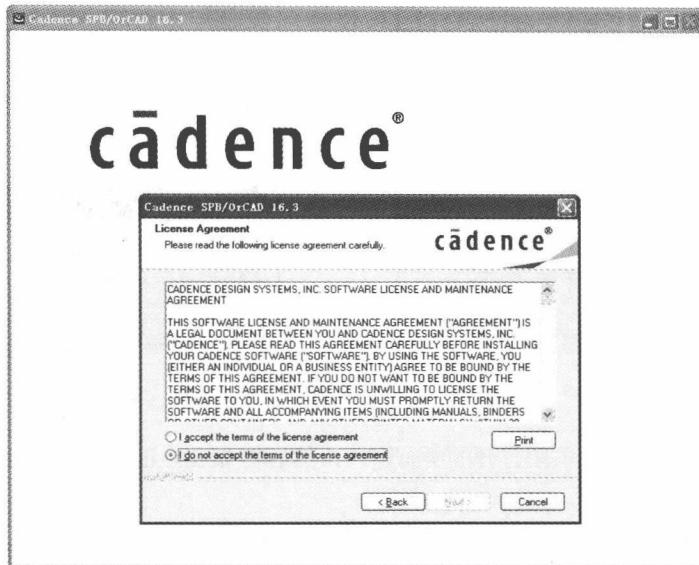

图1.2.7 “License Agreement”（许可协议）窗口
(2) 当进度条达到100%后，出现提示信息，弹出“License Agreement”（许可协议）窗口，在继续安装前，请仔细阅读这些条款，如图1.2.7所示，如果接受则选择“I accept the terms of the license agreement”选项，继续安装；若选择“I do not accept the terms of license agreement”选项，系统会自动退出安装。